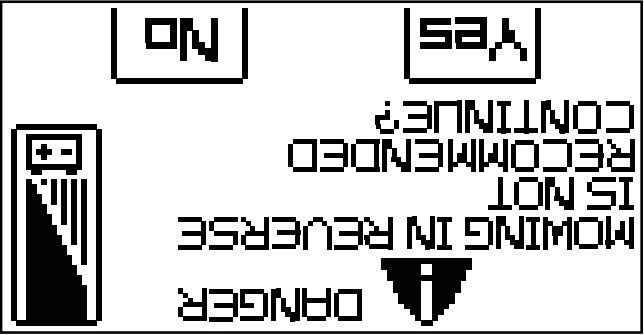

Figure 5-11
3. Quand le bouton  est enfoncé, une alerte apparaît sur l'écran à diodes. Confirmez l'utilisation de la fonction RCM. Pour continuer, appuyez sur le bouton « BLADE BOOST » qui se trouve sous l'icône «Yes». Pour annuler la fonction RCM, appuyez sur le bouton «SYSTEM SETTINGS» sous l'icône «No». Voir la Figure 5-11.